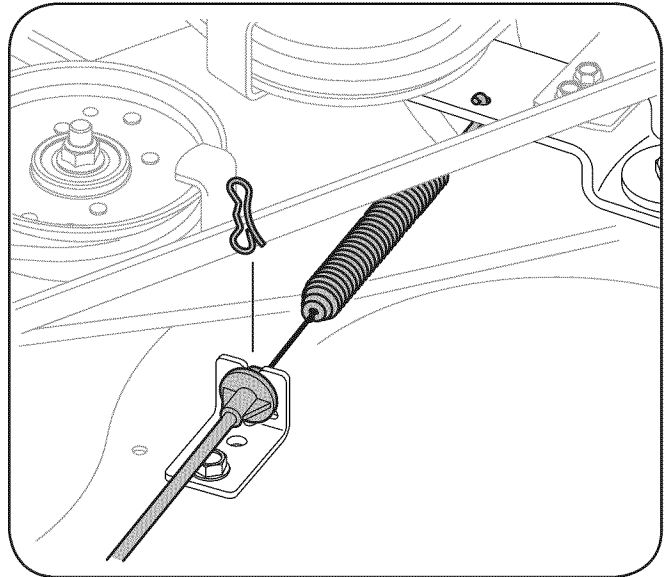

Figura 7-6
12. Retire con cuidado el cable de toma de fuerza de la parte trasera de la plataforma de corte al eliminar el clip de horquilla que lo sujeta. Retire el muelle del soporte rueda loca de la cubierta. Véase la Figura 7-6 en la página siguiente.